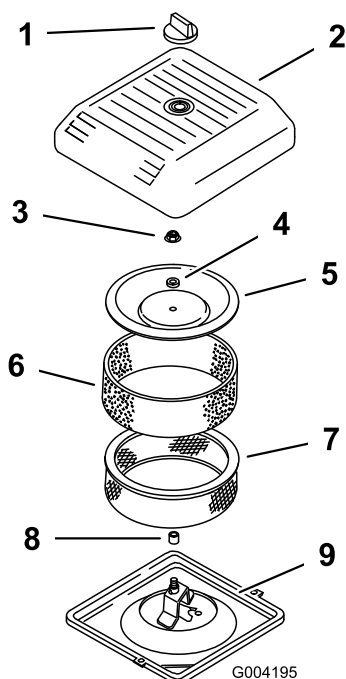

図 43
3. エア・クリーナのカバーを固定しているノブを外し、カバーを取り出す(図 43)。
4. ペーパー・エレメントについているスポンジ・エレメントを注意深く外す(図 43)。
5. カバー・ナットを外し、カバー、スペーサ、ペーパー・エレメントを外す(図 43)。
2. エア・クリーナのベースにエア・クリーナ・アセンブリを取り付ける(図 43)。
- カバーとスペーサを元どおりに取り付け、ナットで固定する(図 43)。ナットを 95inch-lb (1.0kg.m) にトルク締めする。
- エア・クリーナのカバーを元通りに取り付け、ノブで固定する(図 43)。